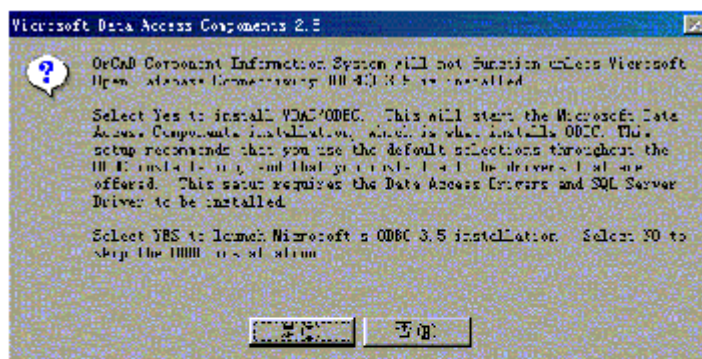

图 9.5 微软数据组件是否安装
(6) 继续单击【Next】按钮，出现是否装入“ODBC”组件的对话框，如图9-5所示。Orcad中的信息管理系统需要安装微软公司的ODBC，用户可单击【是】。